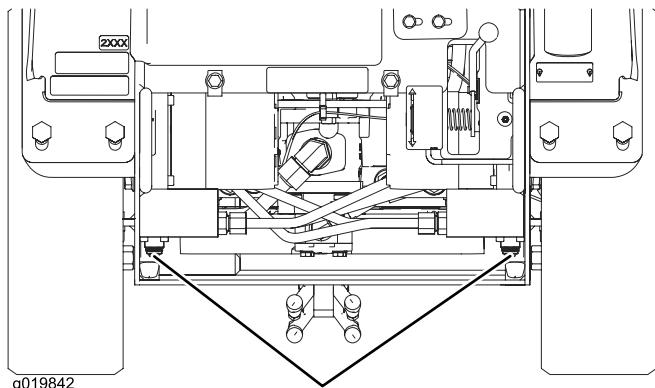

Bild 20
- Drehen Sie die Schleppventile an den Hydraulikmotoren mit einem Schraubenschlüssel zweimal nach links (Bild 20).